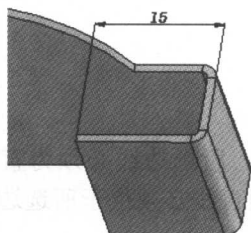
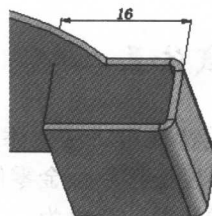

图 1-12 选择“外部虚线”时的法兰效果
图 1-13 选择“内部虚线”时的法兰效果
(2) “法兰长度”选项中有“外部虚线”和“内部虚线”两个选项，选择不同选项时效果是不一样的。图 1-12 是选择“外部虚线”时的法兰效果，图 1-13 是选择“内部虚线”时的法兰效果，由标注的尺寸即可看出差别。